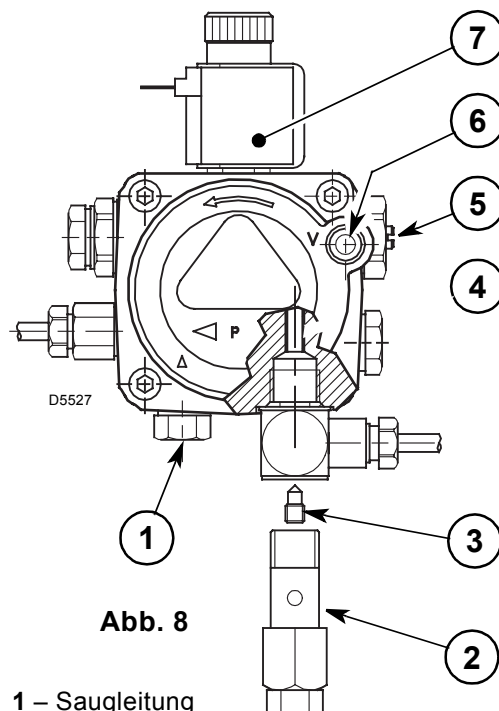

Abb. 8
- Die Pumpe ist werksseitig für den Zweirohr-Betrieb eingerichtet. Wird ein Pumpen-Einrohrbetrieb für notwendig erachtet, so ist der Zapfen (2) zu lösen und die By-Pass Schraube (3) zu entfernen. Danach ist der Zapfen wieder anzuschließen, (siehe Abb. 8).